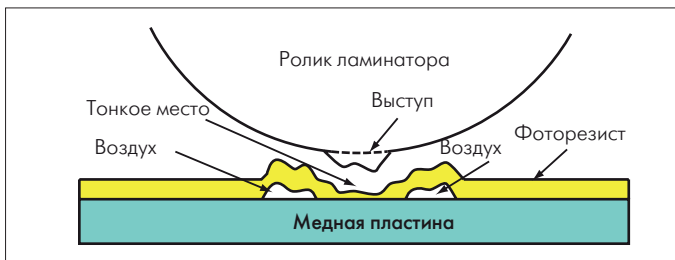

Рис.1. Дефект, вызванный выступом на валике
**Нанесение фоторезиста.** Резист серии Ordyl можно использовать со всеми современными установками ламинирования. Нанесение фоторезиста – это технологическая операция, для которой чистота является существенным фактором. Заготовки, валик для нанесения фоторезиста и окружающая среда должны быть свободны от грязи и частиц пыли, которые могут привести к проколам в фоторезисте. Валики для ламинирования нужно периодически проверять и очищать с использованием изопропилового спирта, чтобы исключить повторяющиеся дефекты, которые возникают при нанесении фоторезиста на поверхность заготовки печатной платы (рис.1, 2).